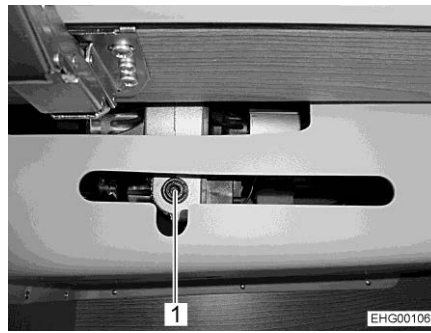
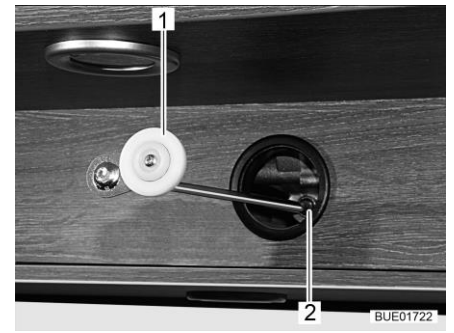

Fig. 146 Accesso all'azionamento
Fig. 147 Comando meccanico, azionamento
- Se l'attacco (Fig. 146,1) per l'azionamento è montato nell'armadietto pensile: Aprire l'armadietto pensile.
- Inserire nell'alloggiamento del motore (Fig. 146,1 e Fig. 147,2) la manovella (Fig. 147,1) a disposizione o una chiave esagonale.